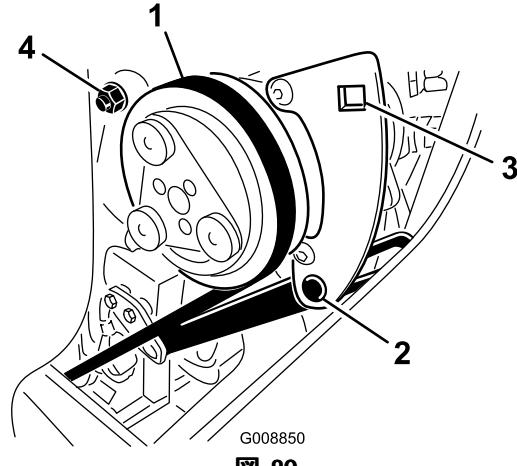

図 80
1. コンプレッサのピボットボルトと調整ボルトをゆるめる (図 80)。
2. コンプレッサのブラケットの四角い穴にトルクレンチを差し込む (図 80)。